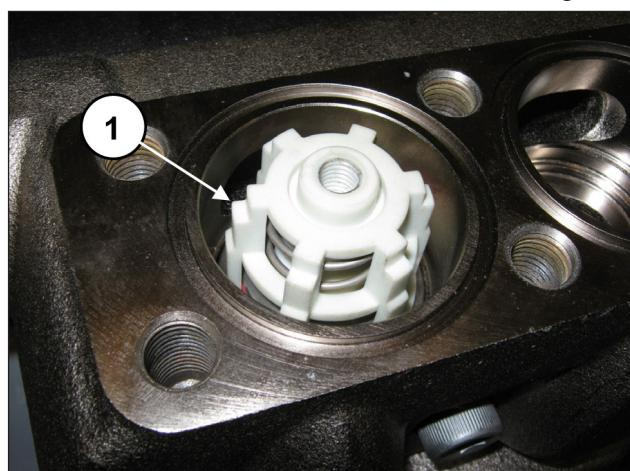

Fig. 157
O grupo da válvula completo deve ser inserido completamente no fundo e apresentar-se como na pos. ①, Fig. 157.